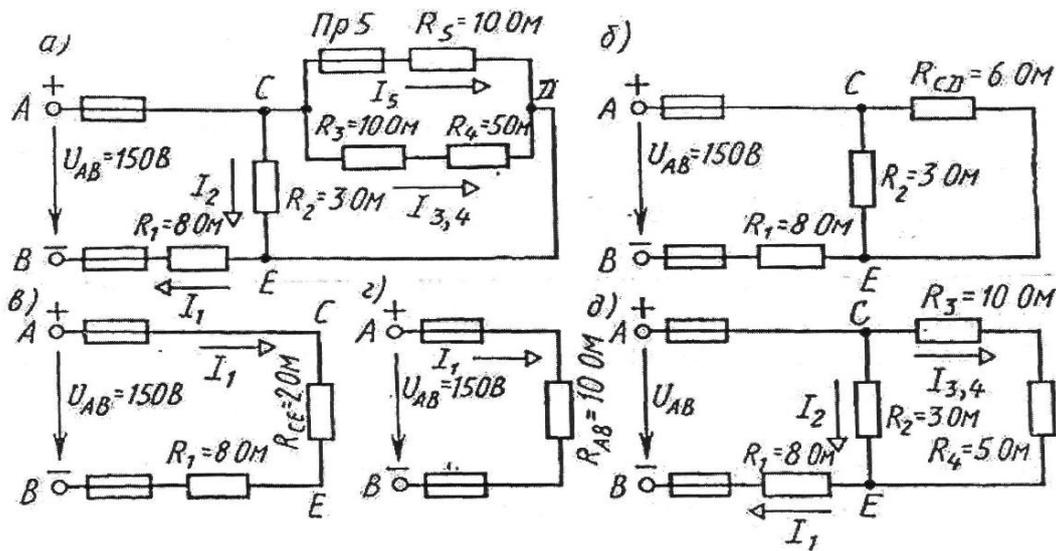

Рисунок 7.1
**Пример 1.** Для схемы, приведенной на рис.7.1а, определить эквивалентное сопротивление цепи  $R_{AB}$  и токи в каждом резисторе, а также расход электроэнергии цепью за 8 ч работы.
$$R_{CD} = (R_3 + R_4) \cdot R_5 / (R_3 + R_4 + R_5) = (10 + 5) \cdot 10 / (10 + 5 + 10) = 6 \text{ Ом. (рис.7.1 б).}$$
$$R_{CE} = R_{CD} \cdot R_2 / (R_{CD} + R_2) = 6 \cdot 3 / (6 + 3) = 2 \text{ Ом (рис. 7.1 в).}$$
$$R_{AB} = R_1 + R_{CE} = 8 + 2 = 10 \text{ Ом (рис. 7.1 г).}$$